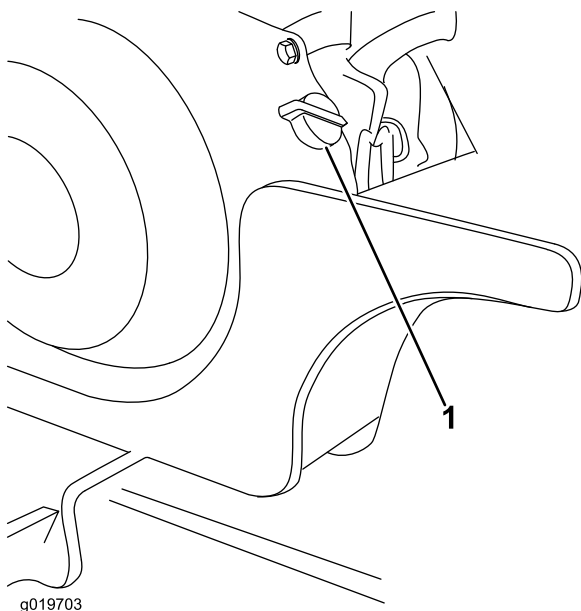

Figure 12
1. Placez la commande du moteur en position Marche (Figure 12).